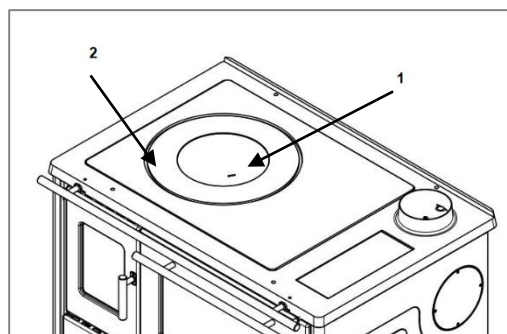

Figura 7
- Retire as placas de cozedura 1 e 2 (ver figura 7) e limpe-as bem. As placas de cozedura são feitas de ferro fundido cinzento e esmaltado. Primeiro, eles precisam ser limpos com um pano úmido e depois com um pano seco. Nunca use lixa, pois ela pode remover o esmalte.